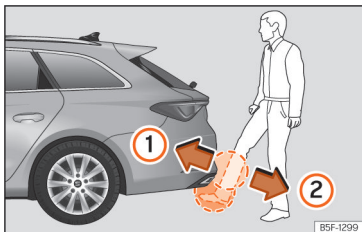

Abb. 95 Heckklappe mit sensorgesteuerter Öffnung (Easy Open).
- » **Abb. 95** ① nähern.
- Entfernen Sie den Fuß und den unteren Beinteil mit einer schnellen Bewegung aus dem Sensorbereich » **Abb. 95** ②. Die Heckklappe öffnet sich selbsttätig.